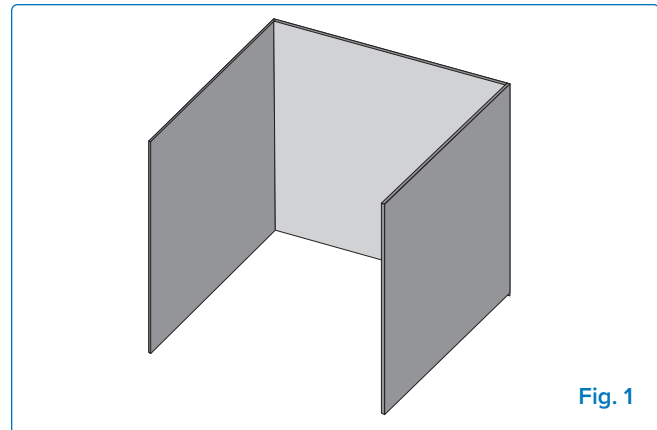

Fig. 1
- Apparatet betragtes som udendørs, hvis det er installeret i en konstruktion med vægge på tre sider, men uden overdækning. **(Fig. 1).**